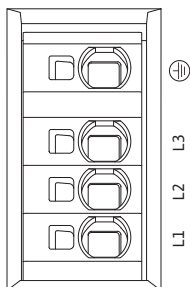

Fig. 33: Výkonové svorky (sieťové svorky)
- Výkonové svorky (sieťové svorky) (Fig. 33)